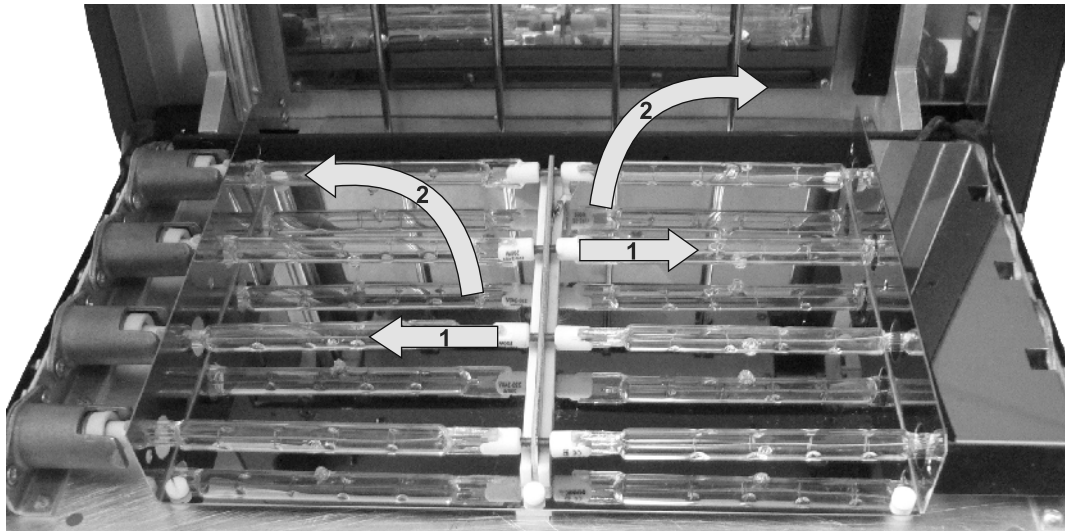

Рис. 38
- возьмите перегоревшую лампу за цоколь (Рис. 38), потяните ее в сторону от центра (1) и аккуратно извлеките ее (2).